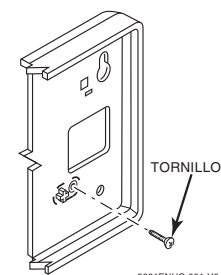

Figura 3: Protección contra manipulación
- c. Si instala un 5881ENHC, instale un tornillo de cabeza plana (provisto) en la pestaña de manipulación de la caja como se muestra en la Figura 3. Cuando el receptor se retira de la pared, la pestaña de manipulación se romperá y permanecerá en la pared. Esto activará un interruptor de seguridad contra manipulación en el receptor y provocará la generación de una señal de manipulación. Tenga en cuenta que esta señal también se generará cuando se retire la tapa frontal del receptor.